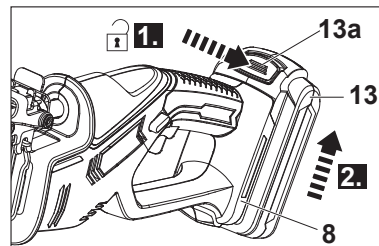

Fig. 3
2. Appuyez sur le bouton de déverrouillage [13a] et retirez le bloc batterie [13] du socle [8] (Fig. 3).